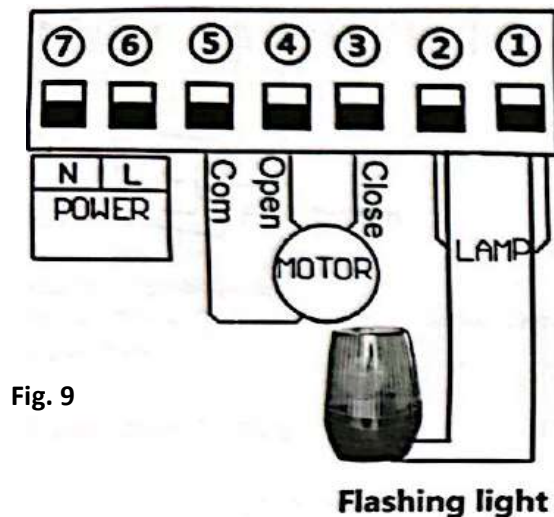

Fig. 9
6.3 Conexión a la luz intermitente. (Ver Fig. 9)